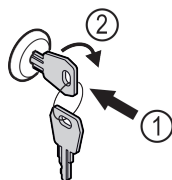

Fig. 103
- ▶ Įspauskite raktą Fig. 103 (1).
- ▶ Pasukite raktą 90° pagal laikrodžio rodyklę Fig. 103 (2).